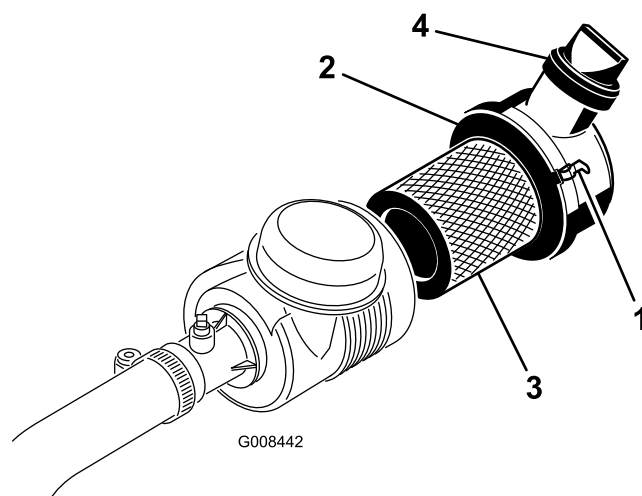

Bild 33
1. Lösen Sie die Laschen, mit denen die Abdeckung am Luftfiltergehäuse befestigt ist (Bild 33).
7. Stellen Sie sicher, dass die Riegel die Abdeckung am Gehäuse befestigen (Bild 33).